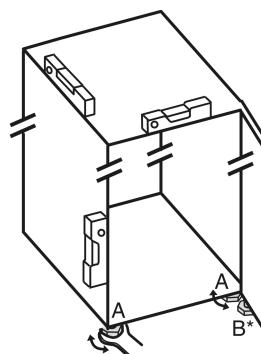

Fig. 24
- ▶ Atornillar las patas regulables Fig. 24 (A) con la llave fija adjunta y un nivel de burbuja hasta que el electrodoméstico quede bien alineado y nivelado.
- ▶ Desenroscar la pata regulable Fig. 24 (B) en el soporte de cojinete con la llave fija adjunta hasta que se pose en el suelo.
- ▶ Girar la pata regulable Fig. 24 (B) 90° más.